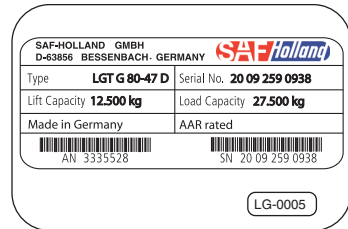
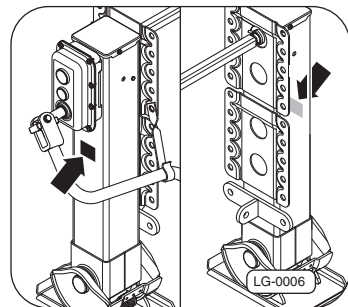

Abb. 1 · Typenschild
Abb. 2 · Position Typenschild
Das Typenschild ⇒Abb. 1 befindet sich an den gekennzeichneten Stellen⇒Abb. 2, –Pfeil–.
- das Einhalten der Leistungsgrenzen →Abb. 1 des Produktes,